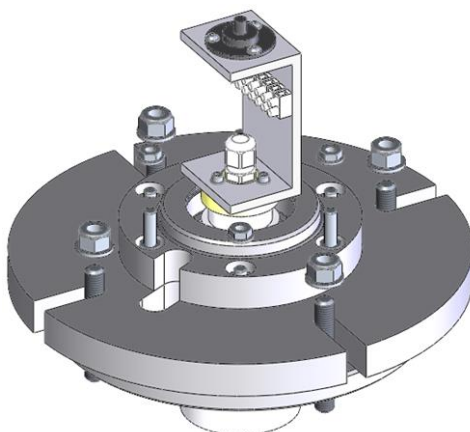

Рисунок 30: Установленный сборочный узел контактного кольца
- Установите сборочный узел контактного кольца на латунный резьбовой переходник и затяните крепления. Зафиксируйте крепежное кольцо на смесителе и корпус подшипника на крепежном кольце с помощью прилагаемых гаек (Рисунок 30).